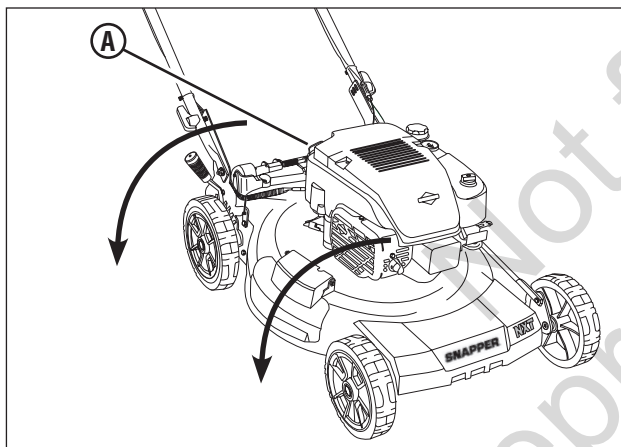

Figure 13 : Vidange de l'huile moteur
2. Enlever la jauge d'huile (**A**, **Figure 13**), puis basculer la tondeuse sur son côté. Permettre à l'huile de se vider du tube de remplissage d'huile dans un récipient approprié. Jeter l'huile usée de façon appropriée.